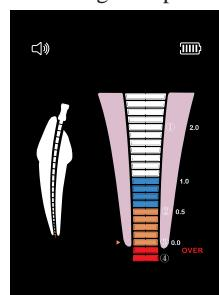

Bild 8
- 3.1.5 Vergrößerte Darstellung des apikalen Foramens. [Bild 8]